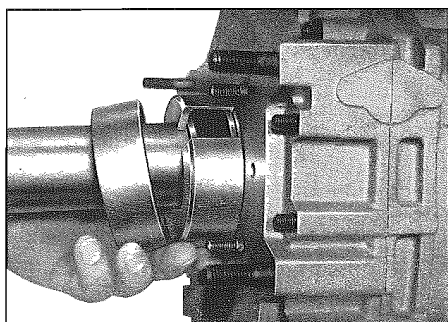

Fig. 12 - Estrazione del cuscinetto
- Estrarre l'anello elastico di arresto (206) dalla cava del cuscinetto a sfere ed estrarre il cuscinetto a sfere obliquo (207) con l'estrattore n 4 e 5 (Fig. 12).
ler 4. and 5. (Fig. 12).